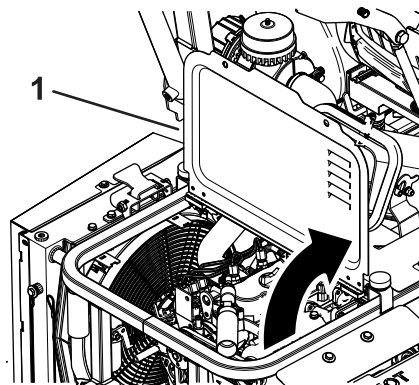

Figura 52
2. Rimuovete i dispositivi di fissaggio e sollevate il coperchio per accedere al motore (Figura 52).